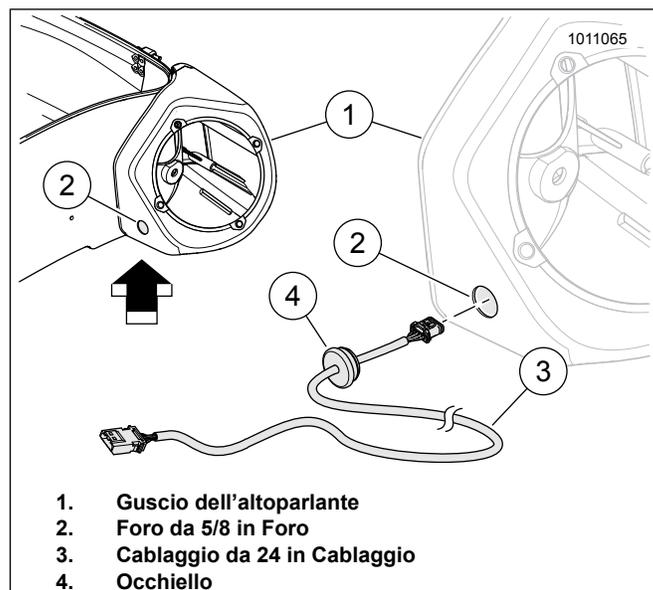

Figura 22. Guscio dell'altoparlante sinistro
12. Vedere la figura 22. Rimuovere l'occhiello esistente dal guscio dell'altoparlante (1) e inserire il nuovo cablaggio (3) nell'occhiello esistente (4) con il cablaggio.
13. Inserire l'estremità maschio del cablaggio (3) con occhiello. Premere l'occhiello (4) nel foro iniziando da un lato rastremato dell'occhiello. Se installato correttamente, la parte esterna dell'occhiello deve essere appoggiata alla parte esterna del guscio dell'altoparlante. Premere intorno al perimetro dell'occhiello per posizionarlo.